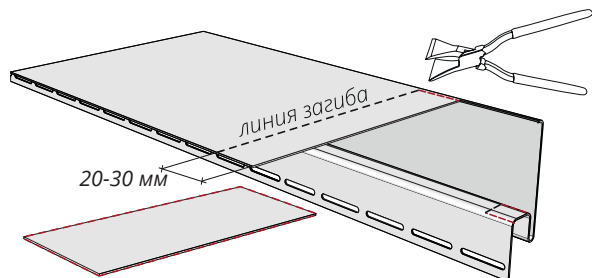

Рисунок 59
15.8 Подогните лепестки (рис. 59, 60), используя клещи под угол 90°.